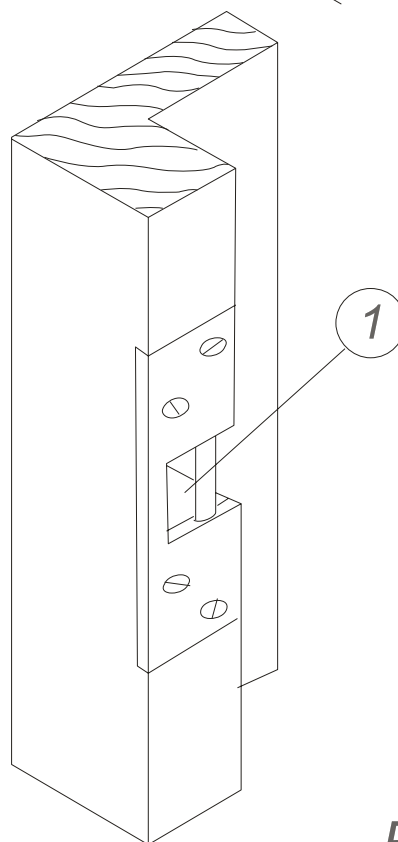

Рис. 20
6.2.7. Установите узкую запорную планку (рис.1, позиция 5) в соответствии с рис. 18, 20, предварительно выбрав в дереве место для захода ригеля (рис.20, позиция 1).